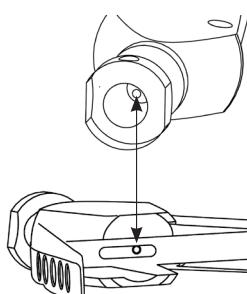

图 4
- 4) 使用合适工具彻底清洁整个盲孔 (图 4), 去除可能残留的碎屑。有关清洁与再处理的更多信息, 请查阅使用说明书 PQRMD。